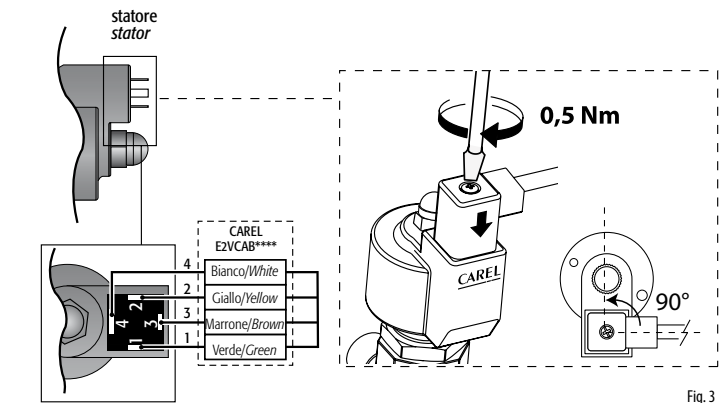

Fig. 3
Connect the pre-wired connector to the socket on the stepper motor and tighten the screw, applying a force of around 0.5 Nm, following the instructions shown in Fig. 3. Then connect the four-pin end of the cable to the corresponding terminals on the CAREL EVD*** driver or other approved CAREL controller, and set the parameters according to the values shown in the table below.
7. Raccorder le connecteur déjà câblé au moteur pas à pas dans le logement correspondant et serrer la vis avec un couple de 0,5Nm en suivant les indications de la Fig. 3. Connecter ensuite l'extrémité quadripolaire du câble aux bornes correspondantes du Driver CAREL EVD*** ou du régulateur homologué CAREL et configurer les paramètres selon la valeur reprise au tableau ci-dessous.
8. Den vorverdrahteten Steckverbinder in den Schrittmotor einfügen und die Schraube nach den Anleitungen der Fig. 3 mit rund 0,5 Nm Drehmoment festschrauben. Das Vierleiterkabelende an die entsprechenden Klemmen des CAREL-Treibers EVD*** oder an eine andere zugelassene CAREL-Steuerung anschließen und die Parameter gemäß Parameter-Set der nachstehenden Tabelle einstellen.